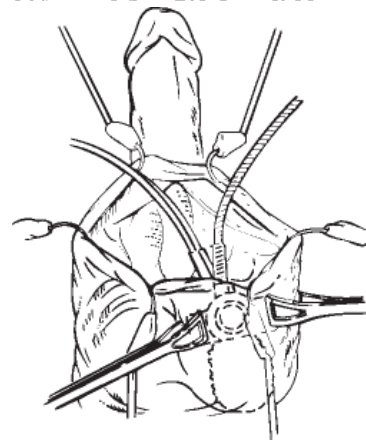

Figure 4-17. Insertion de la pompe (méthode pénoscrotale présentée ici)
3. Appliquez des pinces Allis ou Babcock aux tubulures de la pompe au travers de la peau scrotale pour maintenir la pompe en place (**Figure 4-17**) pendant le reste de l'intervention.